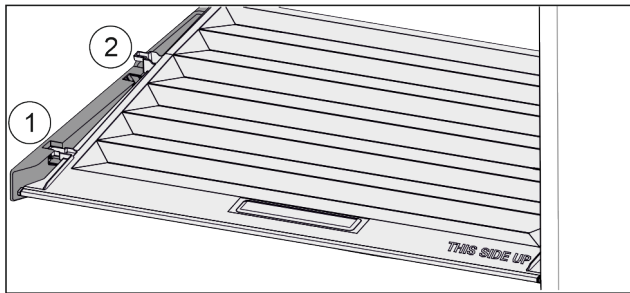

Fig. 82
- ▶ Træk dækslet fremad til åbning i holdedelene Fig. 82 (1).
- ▶ Løft nedefra og bevæg det opad og ud Fig. 82 (2).